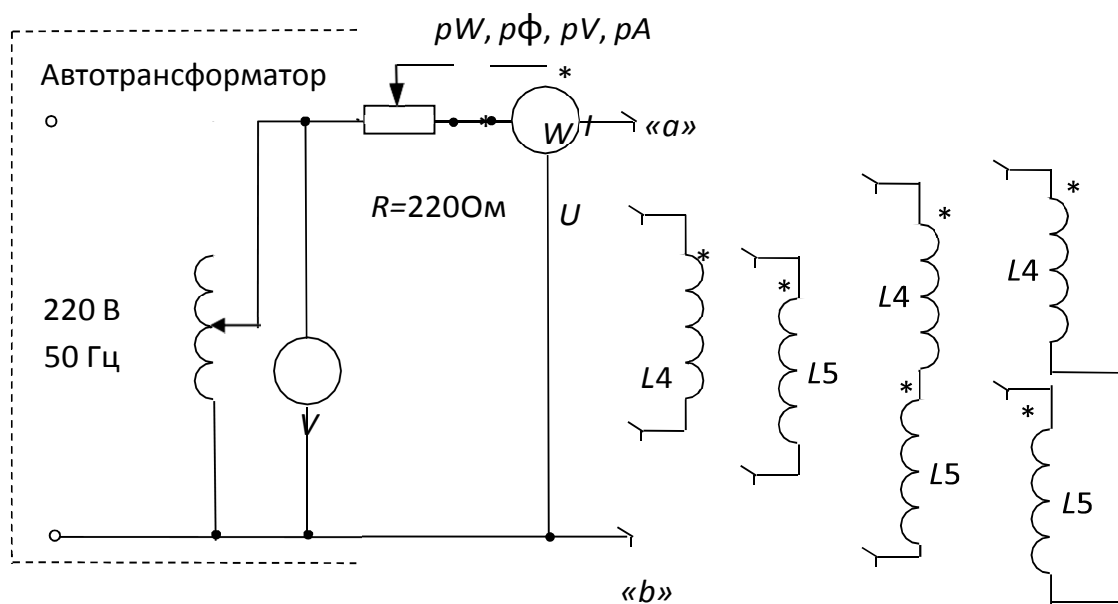

Рис. 6.5. Схема исследуемой цепи
4.1. Соберите электрическую цепь, которая приведена на рис. 6.5.